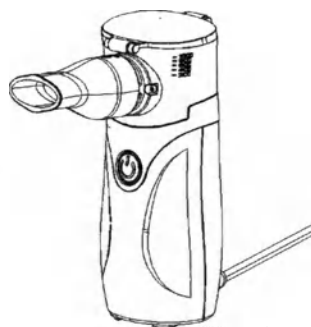

Рис.4
Вставьте разъем сетевого адаптера в гнездо ингалятора, а вилку сетевого адаптера (14) в сетевую розетку. (Рис. 4)